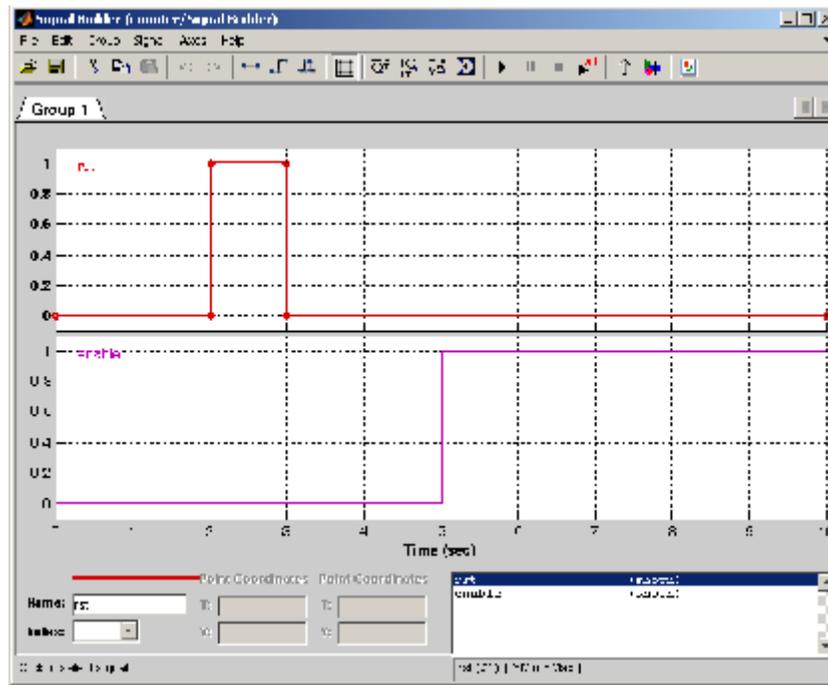

Рисунок 20 – Создайте два сигнала и откорректируйте положение импульсов на временной оси
7. Выберите блок Signal Builder из раздела Sources в Simulink Library Browser и поместите его в окно модели. Двойным щелчком «мыши» откройте окно Signal Builder. Используя меню открывшегося окна создайте два сигнала так, чтобы редактор сигналов выглядел как на рис. 20.